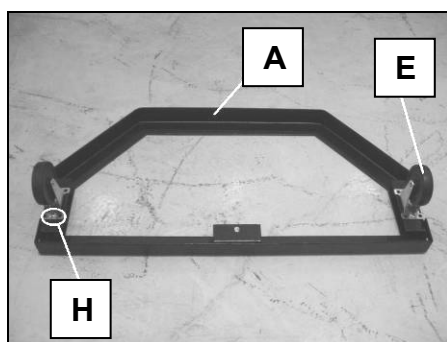

Fig 14
- Sous le bras inférieur (**A**), fixez les 2 roulettes unidirectionnelles (**E**) avec pour chacune 2 ensembles vis hexagonale M8x20 / écrou M8 / rondelle de 8mm (**H**) (Fig 14).